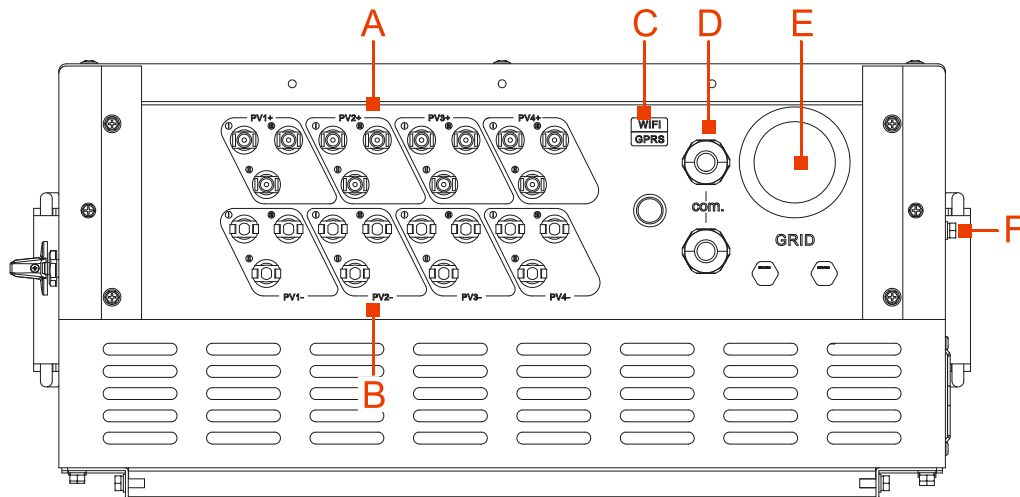

Figura 3-9 Marca de conexão
A fiação do inversor deve ser feita em sua parte inferior. A marca é mostrada na Figura 3-9 e o significado da marca é mostrado na Tabela 3-1 Os requisitos de cabo recomendados são mostrados na Tabela 3-2.
1. Como o SPI15K-BLV possuem seis rotas de entrada CC, as três rotas de entrada CC na marca PV3+, PV3-, PV4+ e PV4- de Figura 3-9 não se acoplam ao conector PV. Use plugues para bloqueá-los.
2. Como o SPI20K-BLV, o SPI25K-BLV e o SPI30K-BLV possui nove rotas de entrada CC, as três rotas de entrada CC na marca PV4+ e PV4- de Figura 3-9 não se acoplam ao conector PV. Use plugues para bloqueá-los.